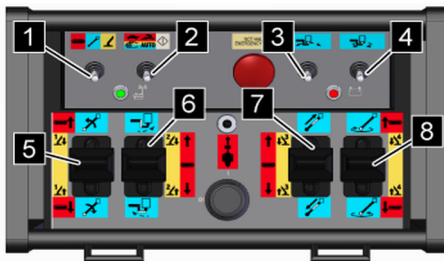

Fig. 91: Fonctionnement de la plateforme
3. ➔ Mettre l'interrupteur à bascule (Voir la Fig. 91/1) au centre sur les [fonctions de la plateforme] (bleu).
4. ➔ Sélectionner la fonction automatique ou manuelle avec l'interrupteur à bascule (Voir la Fig. 91/2).
5. ➔ Manipuler la plate-forme avec les interrupteurs à bascule (Voir la Fig. 91/3 et 4) et les leviers de commande (Voir la Fig. 91/5 à 8) suivant le tableau suivant.